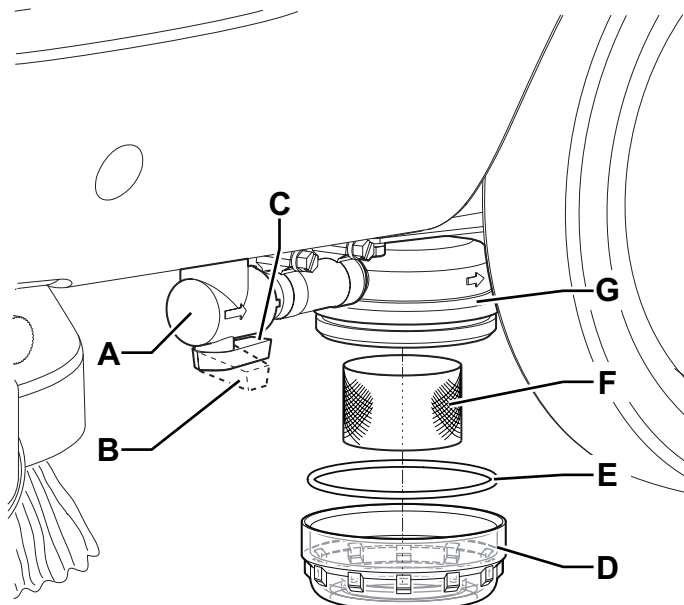

Рис. 9
3. Закройте кран раствора (А, Рис. 9) под машиной перед задним левым колесом. Кран (А) закрыт, когда находится в положении (В), и открыт, когда находится в положении (С).
4. Снимите прозрачную крышку (D) и уплотнитель (E), затем снимите сетку (F) фильтра. Очистьте и установите их на стойке (G).